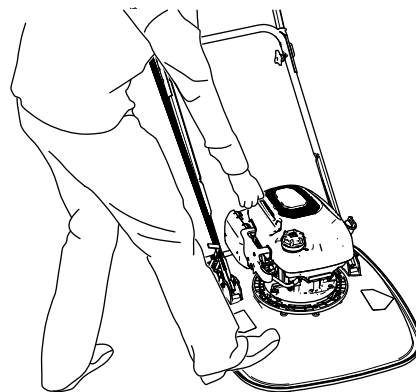

図 23
3. 片足をデッキに載せ、機体を自分側に引き寄せる 図 23。